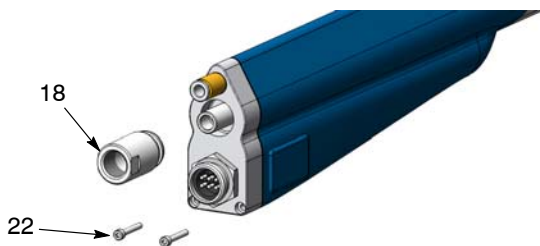
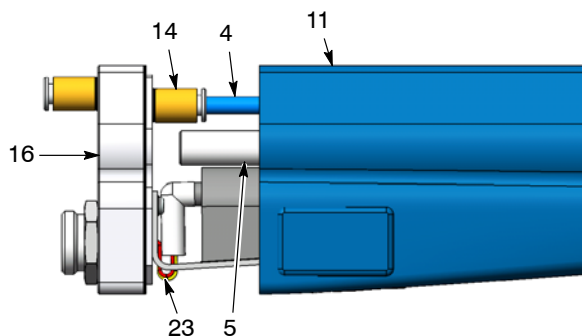

Fig. 36 Dépose du dissipateur thermique et de l'écrou de blocage
Fig. 37 Séparation du dissipateur thermique du boîtier
5. Voir la figure 36. Retirer les deux vis (22) avec une clé à six pans de 2,5mm, puis dévisser l'écrou de blocage (18) du tube à poudre.
6. Voir la figure 37. Tirer sur le dissipateur thermique (16) pour le séparer du boîtier (11) et débrancher le tuyau à air (4) du raccord (14).
8. Voir la figure 37. Brancher le tuyau à air (4) au raccord interne (14).
9. Pousser le dissipateur thermique (16) en arrière contre le boîtier tout en guidant le tube à poudre (5) à travers le dissipateur thermique. S'assurer que les fils du faisceau (23) ne sont pas coincés entre le boîtier et le dissipateur thermique.
10. Voir la figure 36. Visser l'écrou de blocage (18) sur le tube à poudre et le serrer fermement. Ne pas serrer trop fort, le filetage en plastique du tube à poudre risquerait d'être endommagé.
11. Monter les deux vis à six pans creux (22) dans le dissipateur thermique et les serrer fermement.